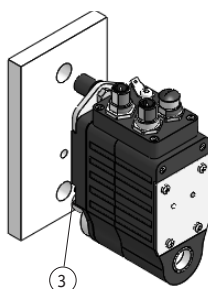

Abb. 2: Montage
**Vorbereitung Montage (**Abb. 1, Abb. 2, Abb. 3, Abb. 4**):**
1. Bohrung (øD1 oder øD2) auf Abstand (L1 oder L2) zur Antriebswelle **③** fertigen.
2. Max. Länge (L3) und Durchmesser (ød) der Welle **③** beachten.
3. M5 Schraube in der Drehmomentstütze **②** und M4 Schraube im Klemmring **④** bzw. Gewindestift **⑤** lockern.
**Montage (**Abb. 1, Abb. 2, Abb. 3, Abb. 4**):**
1. Stellantrieb auf Welle **③** schieben bis Drehmomentstütze (**①** oder **②**) auf Anschlag ist.
2. Klemmringschraube **④** mit mind. 2,5 Nm, bzw. Gewindestift **⑤** anziehen.
3. Schraube für Drehmomentstütze **②** mit ≤2 Nm anziehen.